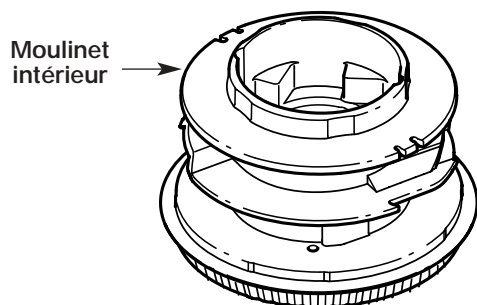

Fig. 55
- Retirez tout le fil du moulinet intérieur avant de nettoyer. Enlevez tout débris ou trace d'herbe du bouton, du ressort, du moulinet et du joint en mousse. Lavez le moulinet intérieur avec de l'eau tiède savonneuse (Fig. 55).